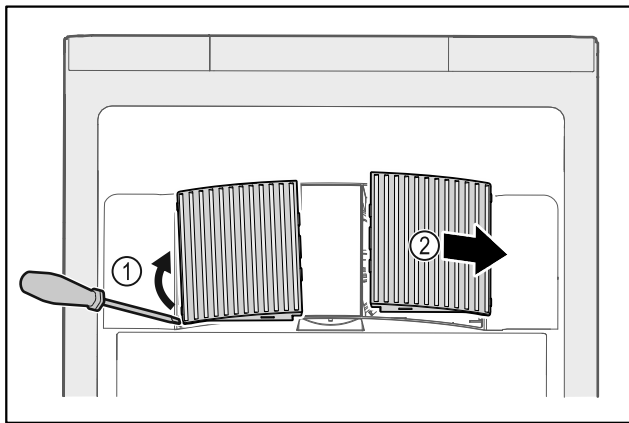

Fig. 171
- ▶ Nxirrni jashtë duke i ngritur lart me kujdes kapakët mbulues të ventilatorit nga anash Fig. 171 (1) dhe hiqni nga përpara Fig. 171 (2).